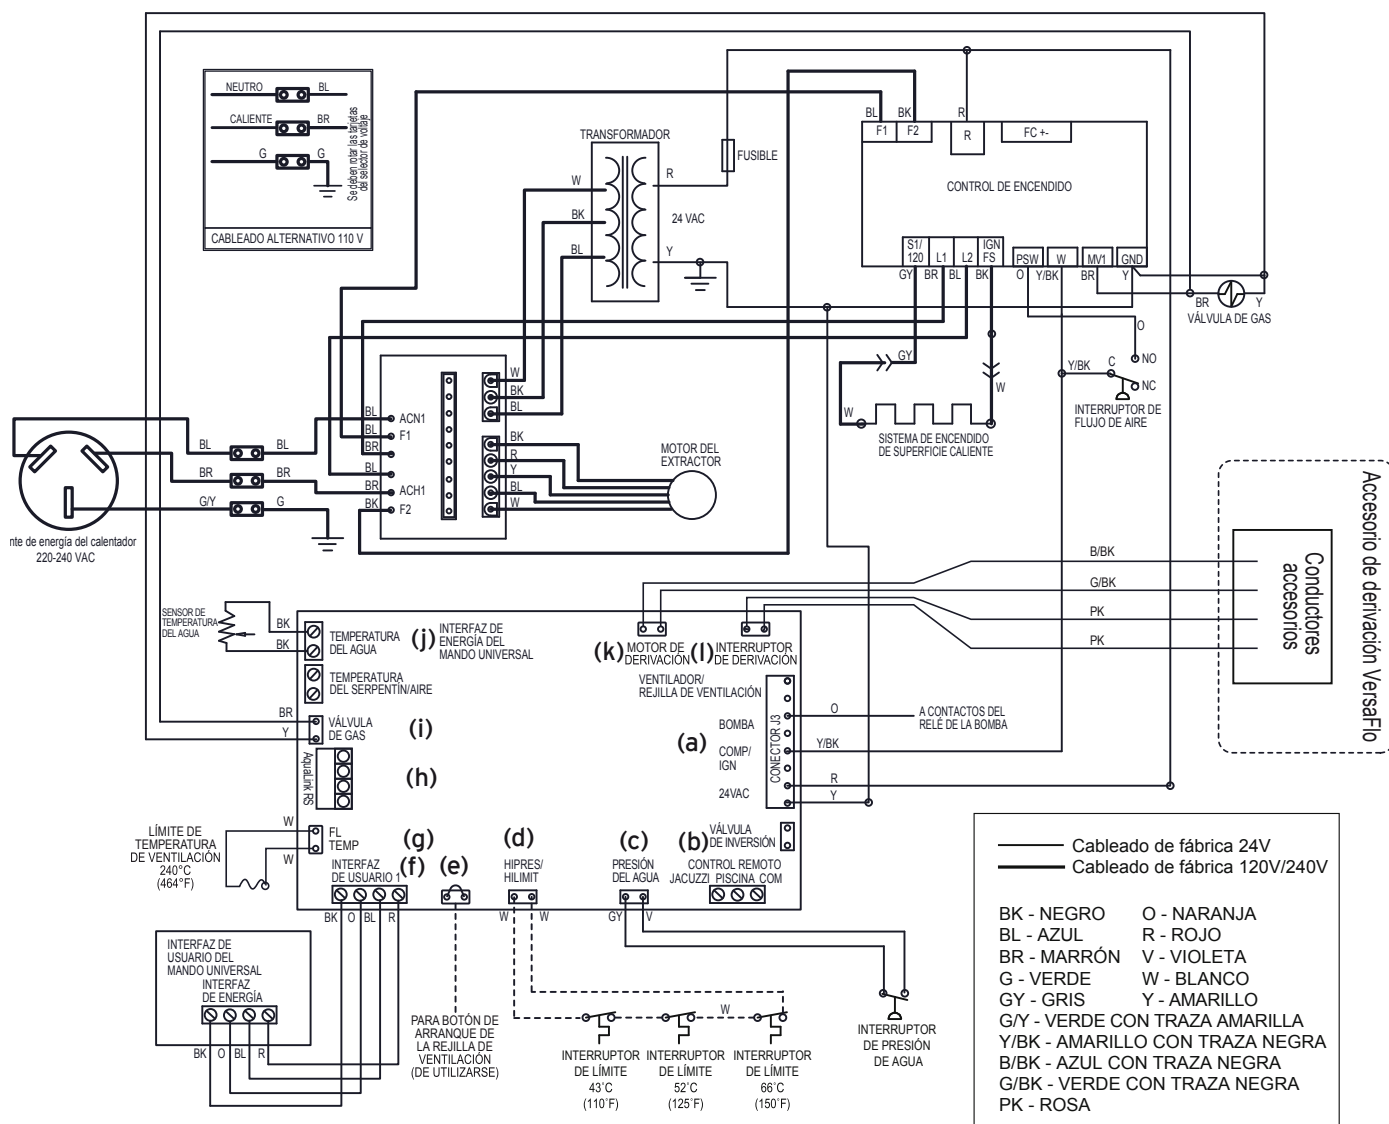

Figura 12. Conexiones del JXi/ Diagrama de cableado esquemático
Consulte la *Figura 12* para ver un diagrama completo de conexiones y terminales de cableado.
- Conecte el cableado del sistema de control de la piscina/jacuzzi a la terminal del control remoto del calentador. Ver *Figura 12* punto “b”.
- Conecte los dos cables a las terminales Pool y Common (no Spa) del bloque de terminales J6. Ver *Figura 12* punto “b”.